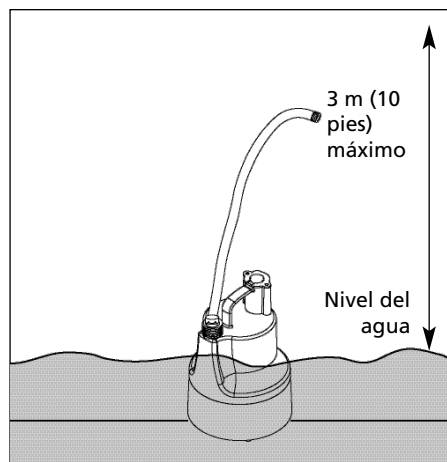

Figura 5
- Verifique que la altura de bombeo no exceda los 4,27 m (14 pies) (ver Figura 5). Si la altura de bombeo es mayor de 3 m (10 pies), esta bomba no funcionará.